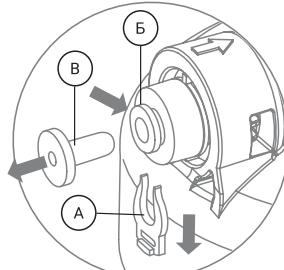

Рис. 7
4. Удалите из фитинга на вход стопорную клипсу (A). Удерживайте цанговое кольцо (Б) прижатым к основанию фитинга и аккуратно извлеките транспортную заглушку (В) (рис. 7). Аналогичным способом удалите все транспортные заглушки.